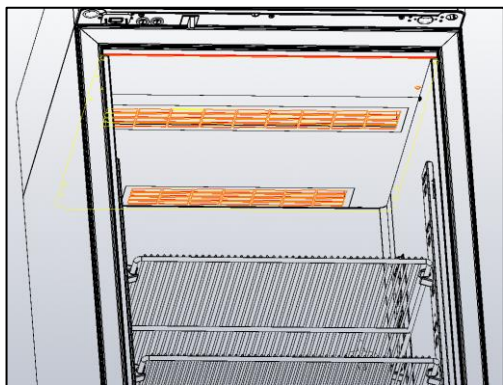
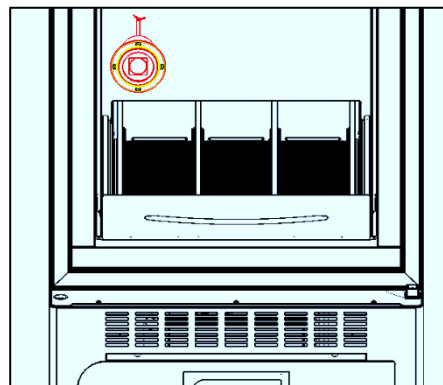

Ilustración 15 – bocas de aeración
Ilustración 16 – posición de la válvula de equalización
- ✓ No obstruir las bocas de aireación (Ilustración 15) y la válvula de equalización (Ilustración 16) de las presiones en los congeladores Superartic.